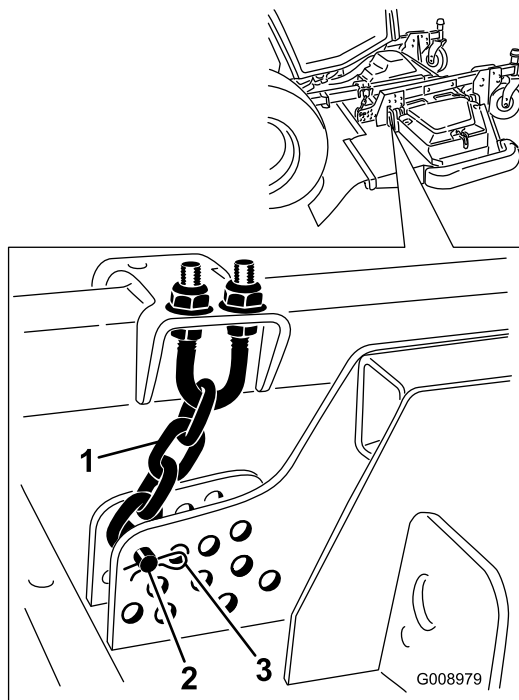

Figura 131
4. Togliete la coppia e il perno con testa che fissano le catene dell'altezza di taglio sul retro del piatto di taglio (Figura 131).